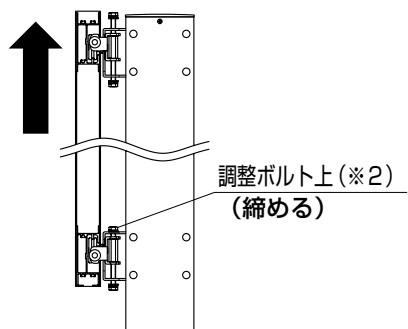
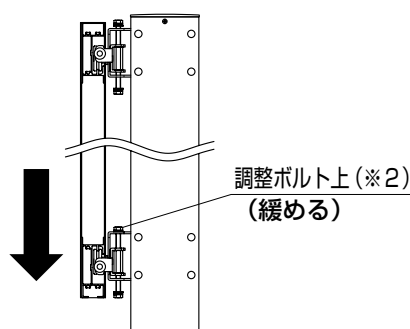

図13-10 引戸本体を上げる場合
図13-11 引戸本体を下げる場合
②ガイドローラー下の調整ボルト上(※2)で引戸本体の上下を調整してください。(図13-10、図13-11参照)